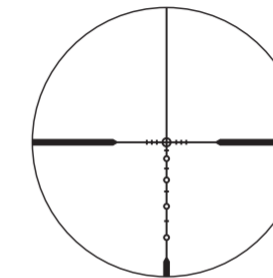
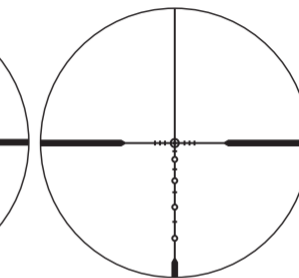

Fig. 3-1
Fig. 3-2
- Regardez dans l'oculaire, l'œil placé à 10 cm environ (4 pouces) de sa lentille et observez le réticule BDC SuperSub (Fig. 3-1) ou le réticule lumineux BDC SuperSub avec point (Fig. 3-2). Assurez-vous que votre œil est correctement aligné et positionné à la bonne distance, afin d'éviter que votre vue soit "bouchée".